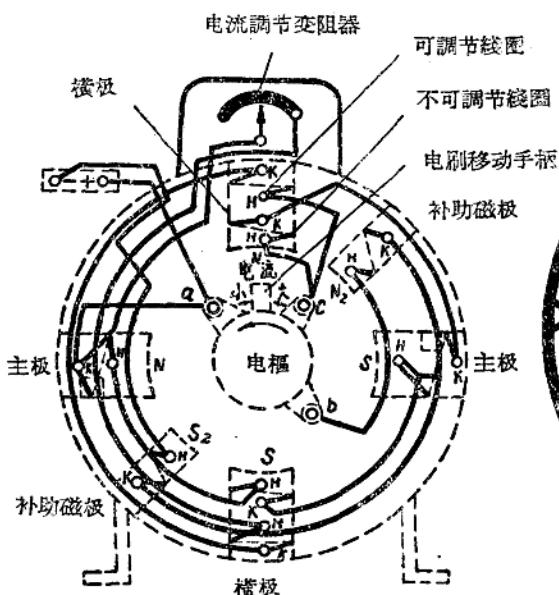
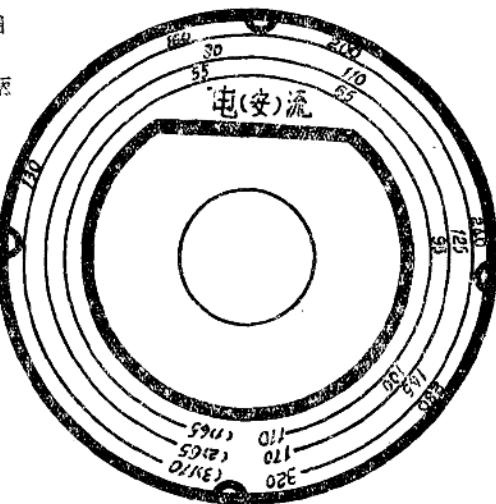

图 1-10 国产直弧 I-320 型线路图
图 1-11 I-320 型电流表盘
(2) 细调节——转动手轮改变电阻大小，是控制横磁极上的励磁电流，使电枢产生感应电流增大或减小，达到需要的焊接电流。如图 1-10 所示。电流表盘数如图 1-11 所示。